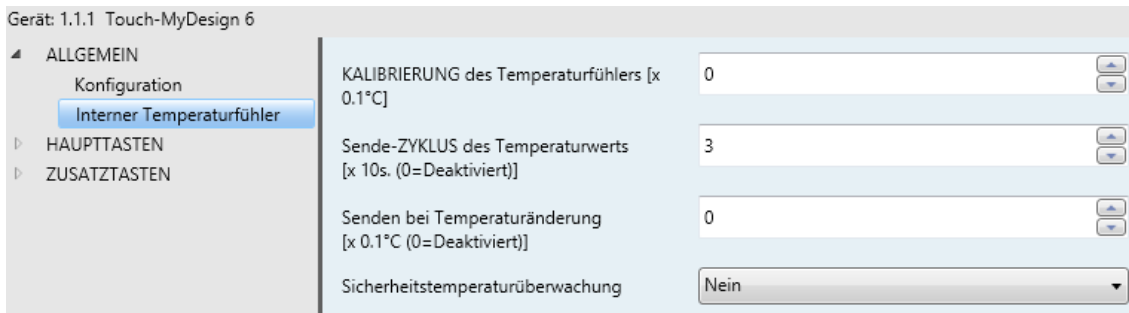

Abb. 11 Interner Temperaturfühler (Allgemein)
**Interner Temperaturfühler:** wird dieser Parameter auf **“Ja”** gesetzt, so erscheint ein neues Objekt (**“[Interner Fühler]”** **aktuelle Temperatur**) und ein Fenster mit neuen Einstellmöglichkeiten (siehe Abb. 11):